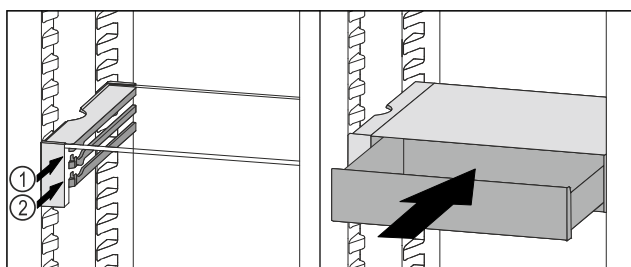

Fig. 38
- ▶ Nasaďte zásuvku VarioSafe za zářezky na požadovaném žebro Fig. 38 (1) nebo Fig. 38 (2).